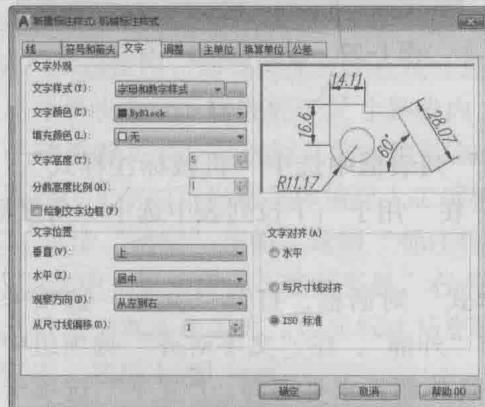

图 1-22 设置“文字”选项卡
5. 打开“文字”选项卡，在“文字样式”下拉列表框中选择“字母和数字样式”；在“从尺寸线偏移”文本框中输入 1，即文字与尺寸线之间的间距为 1 mm；在“文字对齐”选项组中选中“ISO 标准”单选按钮，即当标注文字在尺寸界线以内，将位于尺寸线的正中上方，当标注文字在尺寸界线以外，将位于一条水平引线上。其他选项保留默认设置，如图 1-22 所示。